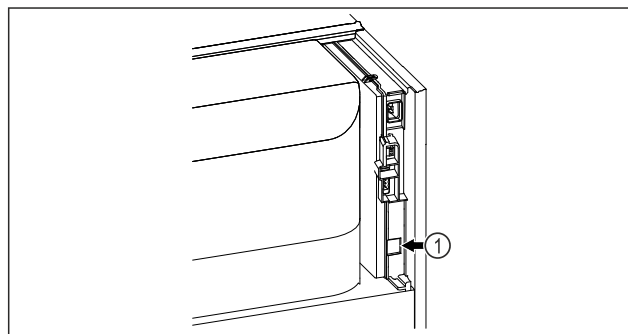

Fig. 172
- ❑ Se utiliza SmartModule Fig. 172 [1].